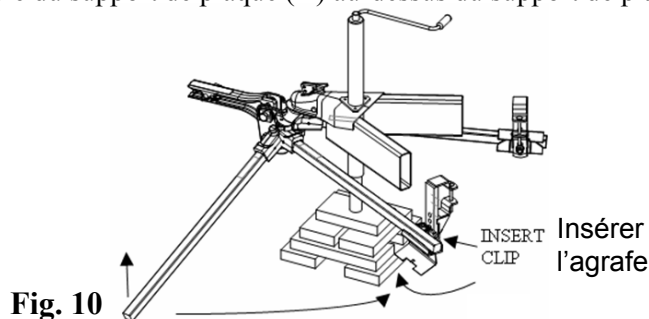

Fig. 10
- Faire pivoter le couvercle du support de plaque (X) au-dessus du support de plaque et insérer l'agrafe à ressort (Fig. 10).